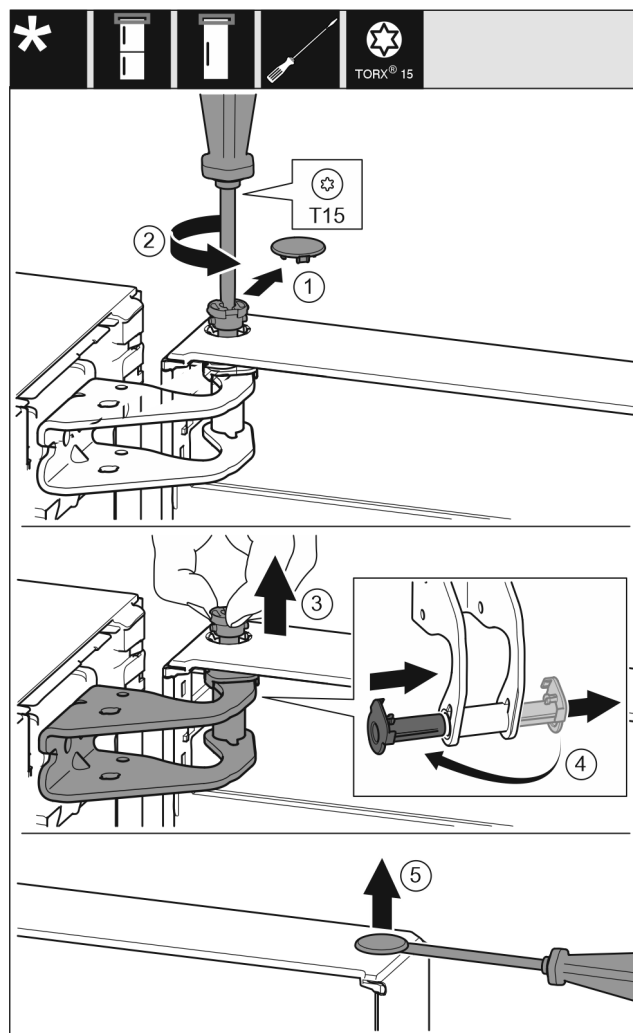

Fig. 9
- Осторожно снимите предохранительную крышку. Fig. 9 (1)
- Немного выкрутите палец отвёрткой T15. Fig. 9 (2)
- Удерживая дверь, извлеките палец вручную. Fig. 9 (3)
- Опорную втулку вытяните из направляющей. Установите и зафиксируйте с другой стороны. Fig. 9 (4)
- Осторожно приподнимите и извлеките при помощи шлицевой отвёртки заглушку из опорной втулки двери. Fig. 9 (5)